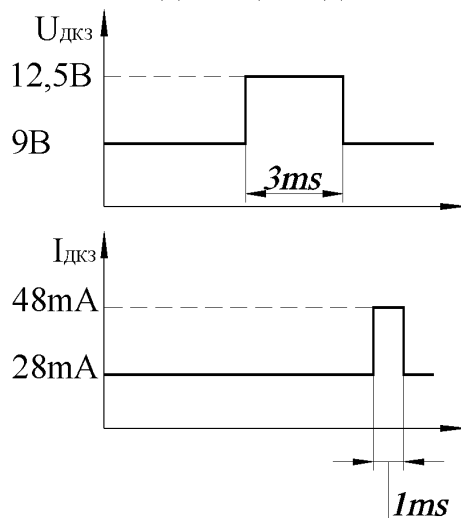

Рисунок 2 Диаграммы, поясняющие работу датчика в режиме тестирования
1.3.1.4 Режим тестирования датчика производится при получении им короткого (около 3мс) сигнала уровнем лог.1 по напряжению питания. Примерно после 1мс после окончания запускающего импульса в случае успешно проведенного теста появляется ответный сигнал повышенного тока потребления уровнем логической единицы и длительностью 1 мс (см. рисунок 2).